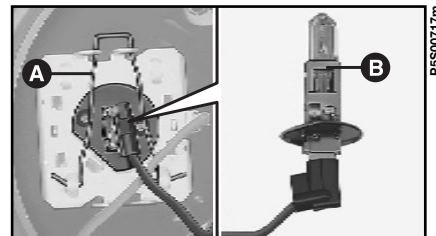

fig. 13
2) Sganciare la molletta di fissaggio **A**-fig. 13 ed estrarre la lampada **B**.